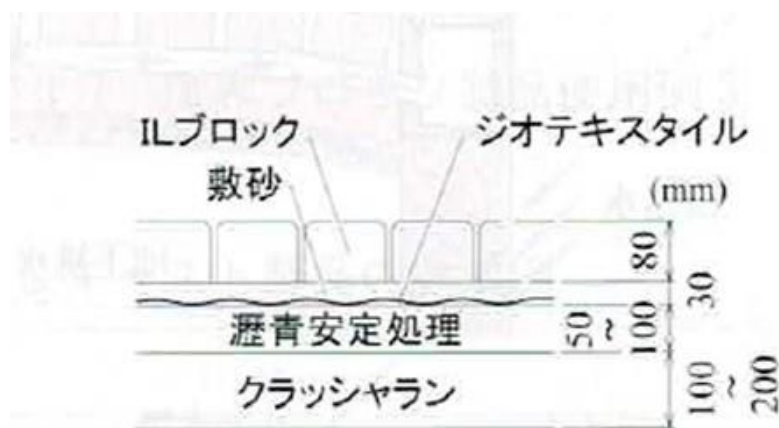

図5 上層路盤に透水性瀝青安定処理路盤を用いた排水処理例
- ㊧ 横断勾配が十分に確保できない場合には、上層路盤に透水性瀝青安定処理路盤やセメント安定処理路盤を使用して排水処理します(図5)。この場合、透水性瀝青安定処理路盤やセメント安定処理路盤の上には敷砂が流入しないようにジオテキスタイルを敷設します。